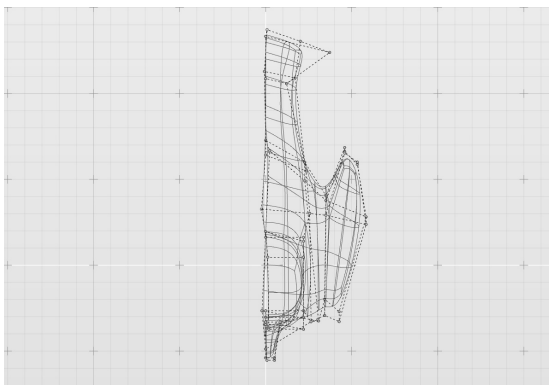

图 6-72 打开练习文件，观察顶视图
1) 打开素材文件夹“练习 (6.2.4_3)”中的 Evolve 文件，该文件中包含一个多边形对象，为卡通小鸟的一半造型，与上一个练习非常类似。但如果切换至顶视图观察对象的控制顶点，可以发现小鸟模型中轴上的顶点很多都没有对齐至中轴，如图 6-72 所示。